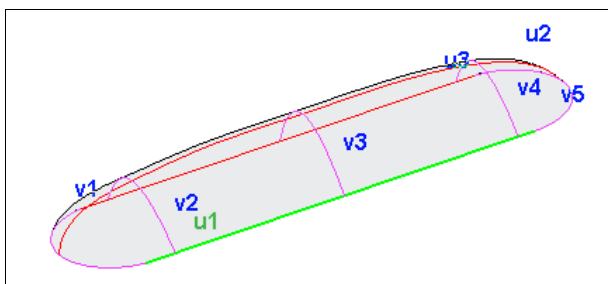

Рис. 30.19. Поверхность с кривыми направлений U и V
- ♦ в плоскости XY создайте эскиз в виде замкнутой кривой и с помощью команды **Поверхность выдавливания** создайте замкнутую поверхность (рис. 30.19);